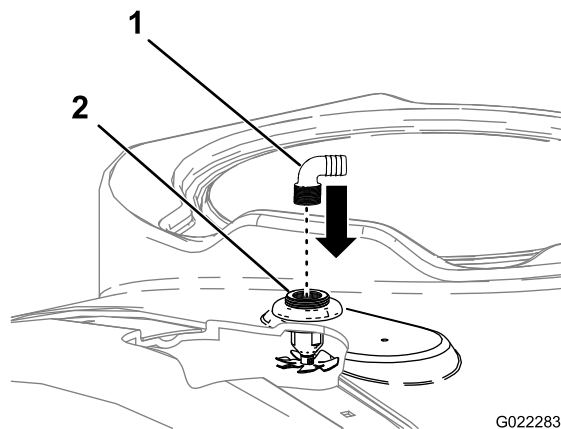

Figura 6
4. Instale as duas uniões roscadas de bico de lavagem nas aberturas roscadas das uniões roscadas do bico de lavagem (Figura 6).